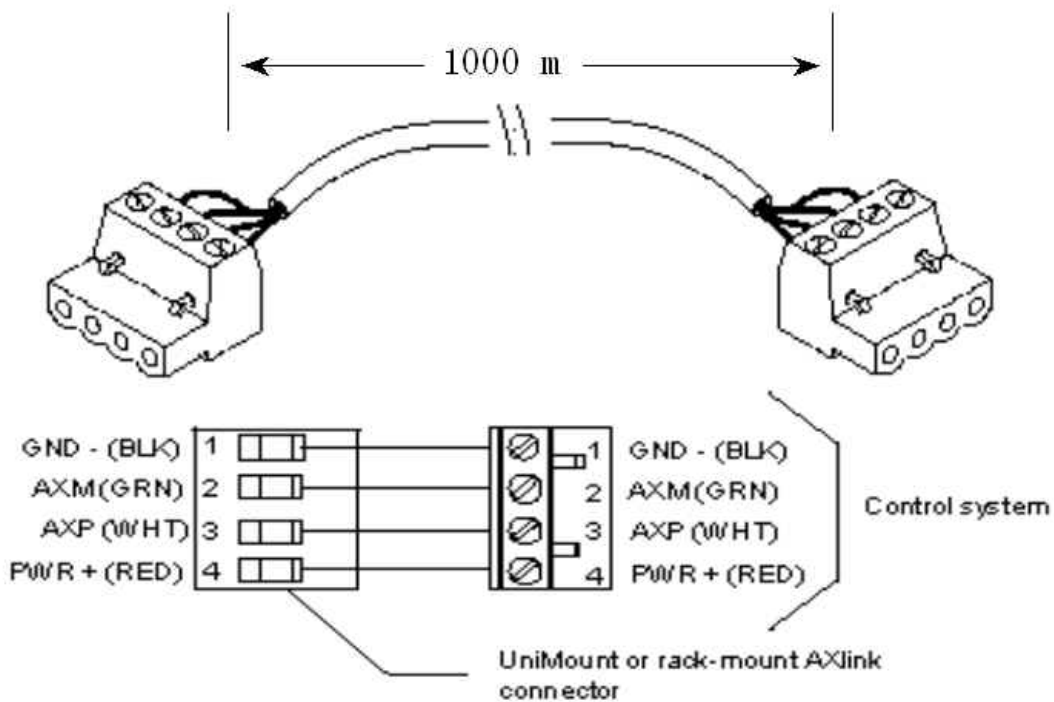

图 1.AXLINX 总线连接图
2. 对于早期的 AMX 设备, 采用的是 AXLINK 总线, 则可以用四芯的线缆将设备进行连接, AXLINK 插头上 PWR 为电源, GND 为地, AXP 和 AXM 传输数据。连接方式不限。可采用串联, 并联, 及串并联混合式。连接只要注意每针脚一一对应即可。如图 1。(注意: AXLINK 总线的最终连接长度加起来不能超过 1000 米, 如果超过, 需要另外加一个设备 AXB-MPE 来扩展总线长度)